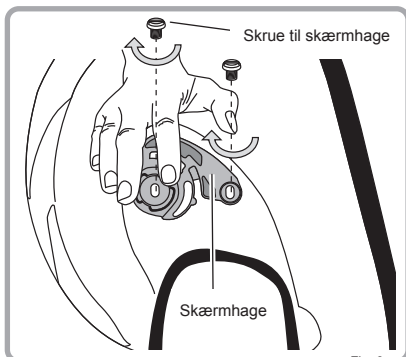

Fig. 3
- 3 Skru begge skærmhageskruer godt fast i urets retning. Gentag samme procedure på de andre skærmhager. Så er skærmhagerne monteret (fig. 3)